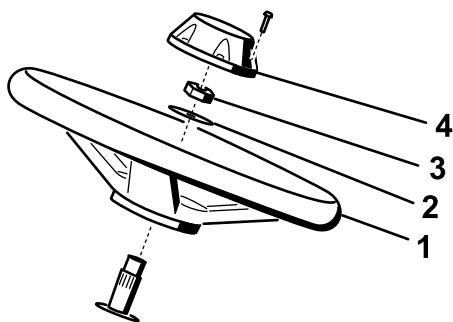

Figura 5
1. Deslice el volante sobre la columna de dirección (Figura 5).
2. Deslice la arandela sobre la columna de dirección (Figura 5).
3. Sujete el volante a la columna con una contratuerca y apriete ésta a 27 a 35 Nm (Figura 5).
4. Sujete el embellecedor al volante con el tornillo (Figura 5).